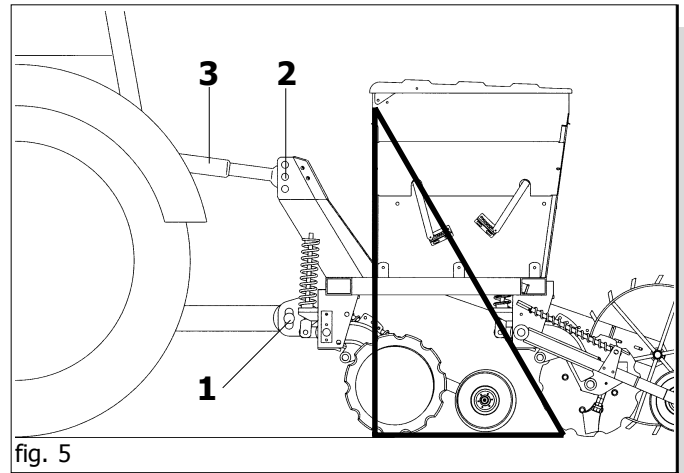

fig. 5
- 1) Agganciare le barre del sollevatore sui perni predisposti (1 fig. 5). Bloccare con le copiglie a scatto.
- 2) Collegare il terzo punto superiore (2 Fig. 5); la spina va bloccata con l'apposita copiglia; mediante il tirante di regolazione (3 Fig. 5) fare in modo che la seminatrice sia perpendicolare al terreno.
- 5) Assicurarsi che la macchina lavori col telaio orizzontale; solo in questa posizione il carico della macchina viene ripartito in uguale misura sulle due serie di elementi seminatori. Per garantire la corretta posizione di lavoro della macchina verificare la lunghezza del braccio del terzo punto per macchina portata, (1 fig. 5). Infine, si consiglia di caricare maggiormente le molle degli elementi che operano dietro alle ruote della trattrice, e di tendere bene le catene o i tiranti laterali dell'attacco a tre punti per dare stabilità alla macchina.